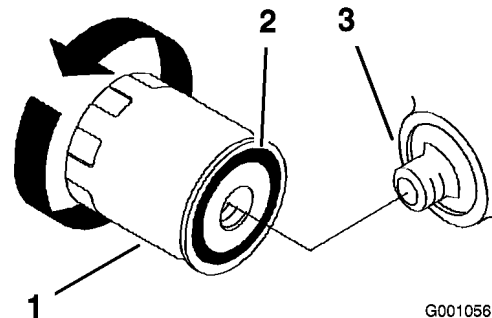

Bild 39
2. Entfernen Sie den Altfilter und wischen die Dichtfläche am Anbaustutzen (Bild 39) ab.
5. Ölen Sie die Gummidichtung am Ersatzfilter leicht mit Frischöl ein (Bild 39).
6. Montieren Sie den Ersatzölfilter am Filterstutzen. Drehen Sie den Ölfilter nach rechts, bis die Gummidichtung den Filterstutzen berührt. Ziehen Sie den Filter dann um eine weitere 2/3 oder ganze Drehung fest (Bild 39).